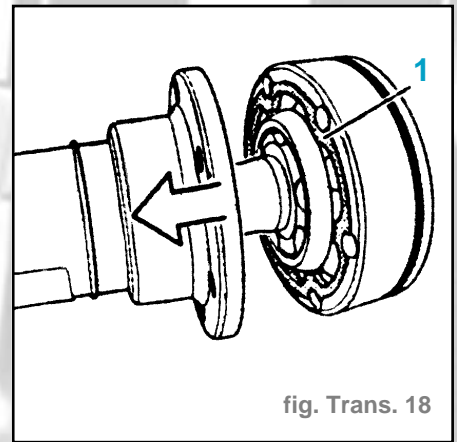

fig. Trans. 18
- Dégager le soufflet du joint homocinétique (fig. Trans. 18).